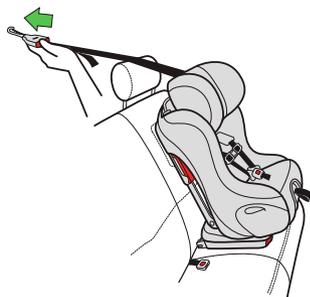

Figura 46
- Oprima el botón de soltar para alargar la correa superior tirando de ésta al mismo tiempo, como se muestra en la **Figura 46**.